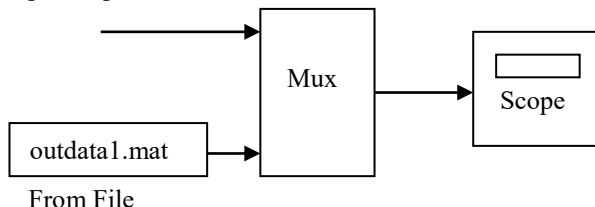

Рис. 2.48. Ввод данных из файла
15. Сравнение вида новой кривой (или кривых) – результата моделирования – с некоторыми «реперными кривыми», полученными ранее, легко проводить с помощью элемента *Из файла (From File)*. Для этого из набора *Источники (Sources)* надо поместить на поле блок-схемы моделирования элемент *Из файла*. Это обеспечит вывод на осциллограф «реперных кривых» вместе с новыми кривыми моделирования (рис. 2.48).